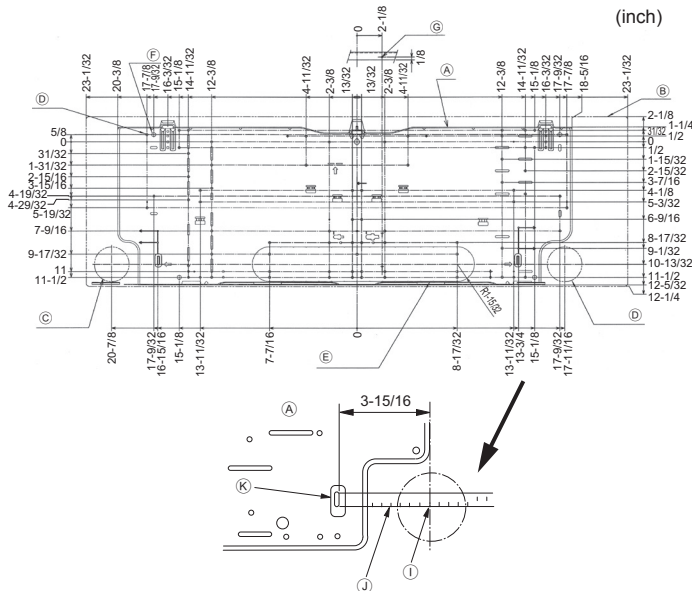

Fig. 3-2
■ PKFY-P-NKMU-E2 (Fig. 3-2)
- A Planche d'installation ①